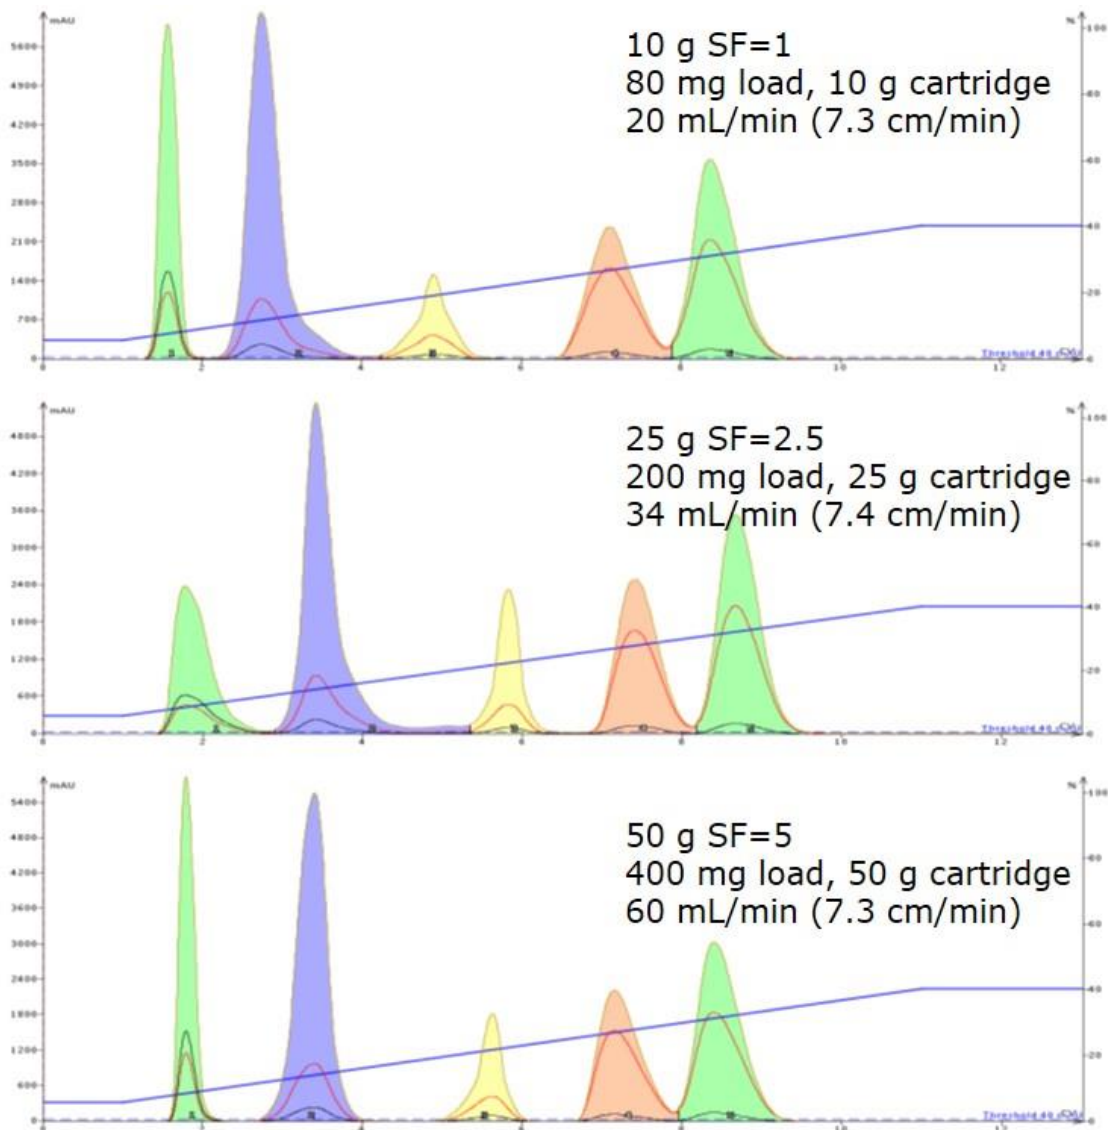

図 1. 線形勾配の直接スケールアップにより、カラムの大きさに基づく同一の分離と線形スケールアップが得られます。同じ物質移動速度を確保するために、各カラムサイズに対して線速度を維持しました。
この方法は機能しますが、溶媒と時間の消費の観点からは最適ではない場合があります。さらに説明するために、図 1 は、同一の 13 カラムボリューム (CV) 線形グラジエントと適切なスケール係数を使用した 3 つのスケールでの 5 成分サンプルの線形精製スケールアップを示しています。